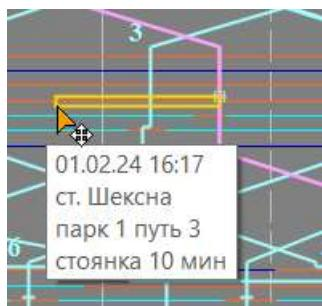

Рис.102. Горизонтальное перемещение указателя «мыши» при одновременном нажатии клавиши *Ctrl*.
3. Нажать на левую клавишу «мыши» при одновременном нажатии клавиши *Ctrl* и протянуть её путем горизонтального перемещения указателя «мыши». После правильной установки времени и места свершения поездной операции отпустить указатель «мыши» (см. рис. 102).